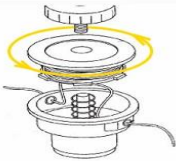

Рисунок 3
- намотайте жилку на шпулю у напрямку, зазначеному стрілкою (рис.3), слідкуючи за тим, щоб кожен відрізок жилки знаходився у своєму відділенні;